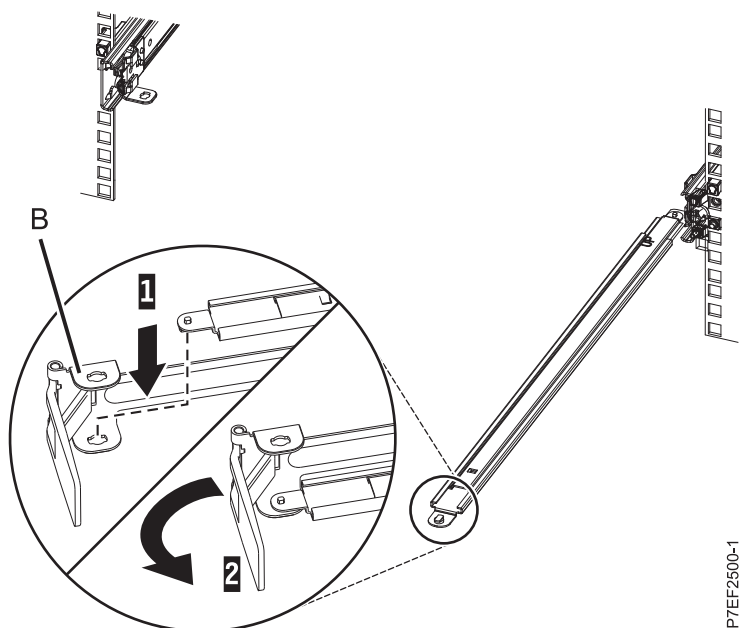

図 11. サポート・アームへのケーブル・マネジメント停止ブラケットの固定
3. L 字型のケーブル・マネジメント停止ブラケット (B) の下部内側の隅にある穴を見つけます。サポート・アーム先端の下面にあるロック用タブがブラケットの穴の位置に合うように、サポート・アームの接続されていない端の位置を合わせます。タブを穴 (1) に挿し込み、ブラケット (2) を回して、サポート・アームに固定します。詳しくは、10 ページの図 11 を参照してください。